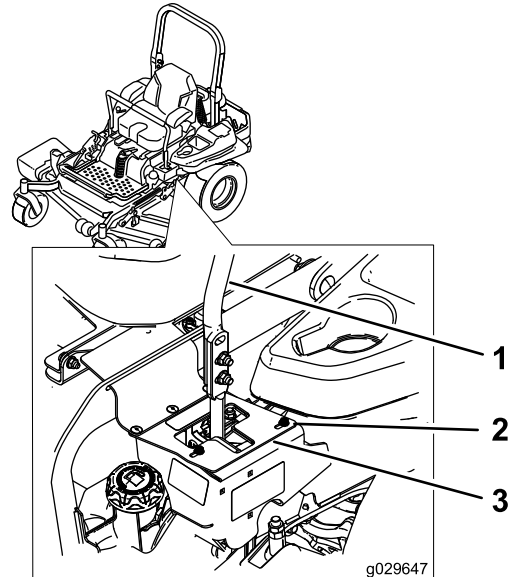

Figure 66
6. Si la machine se déporte à droite, desserrez les boulons et déplacez la plaque de butée gauche en arrière sur la fente en T gauche, jusqu'à ce qu'elle se déplace en ligne droite (Figure 66).
7. Si la machine se déporte à gauche, desserrez les boulons et déplacez la plaque de butée droite en arrière sur la fente en T droite, jusqu'à ce qu'elle se déplace en ligne droite (Figure 66).
8. Serrez les boulons de la plaque (Figure 66).